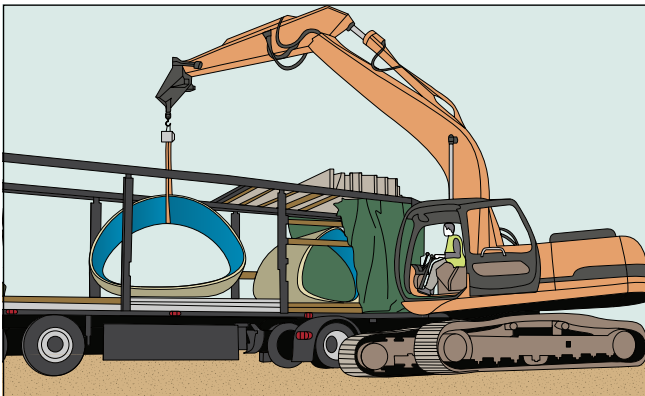

Abb. 9: Entladen vom oberen Teil des LKWs
- Vom oberen Teil des Lastwagens mit einem Kran oder einem Bagger (Abb. 9).